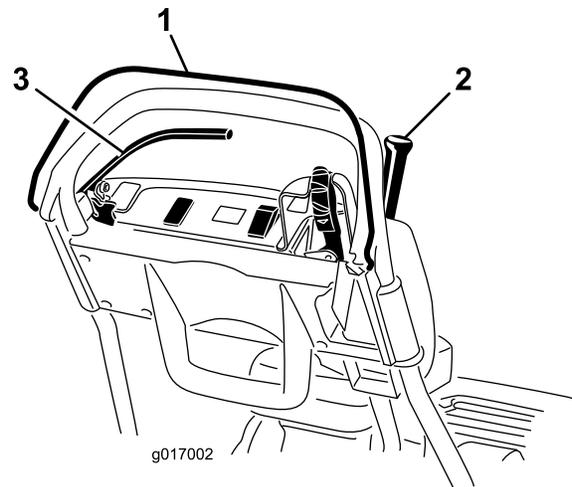

Figura 31
- Con el CPO quitado, intente engranar la palanca de tracción (Figura 31). La palanca de tracción no debe engranarse. Si la palanca de tracción se engrana, es necesario ajustar el sistema de interruptores de seguridad. Corrija el problema antes de usar la máquina.
- Con el CPO apretado y la palanca de tracción engranada, suelte el CPO (Figura 31). La palanca de tracción debe desengranarse. Si la palanca de tracción no se desengrana, es necesario ajustar el sistema de interruptores de seguridad. Corrija el problema antes de usar la máquina.
- Con el CPO apretado y la palanca de cambios hacia la izquierda, engrane la tracción y el molinete, y suelte el CPO (Figura 31). La palanca de tracción debe desengranarse. Si la palanca de tracción no se desengrana, es necesario ajustar el sistema de interruptores de seguridad. Corrija el problema antes